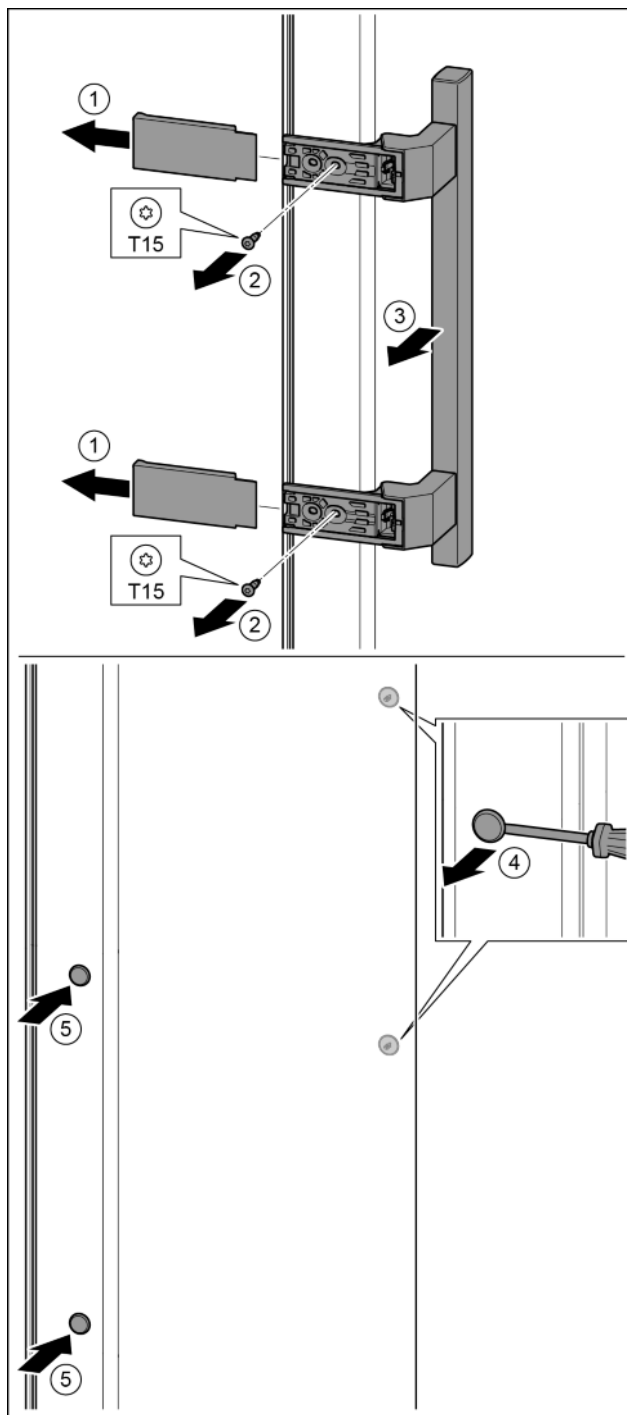

Fig. 38
- ▶ Зніміть кришку. Fig. 38 (1)
- ▶ Викрутіть гвинти за допомогою викрутки T15. Fig. 38 (2)
- ▶ Зніміть ручку. Fig. 38 (3)
- ▶ За допомогою шліцевої викрутки обережно підійміть бокову пробку та витягніть її. Fig. 38 (4)
- ▶ Знову вставте пробку з іншого боку. Fig. 38 (5)